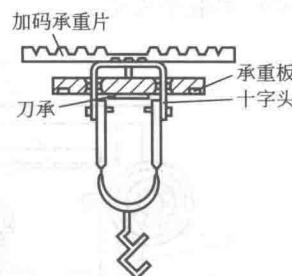

图 1-4 吊耳
(1) 立柱 支撑横梁。
(2) 托翼 保护刀口，承上启下。
(3) 阻尼筒 能使天平横梁较快达到平衡。
(4) 吊耳 钩阻尼内筒和秤盘(如图 1-4 所示)。